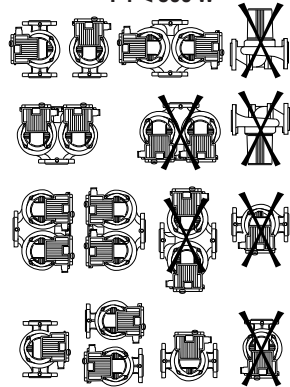

FIG. 2
Un module électronique se trouve sur la carcasse (Voir FIG. 2). Il commande la pression différentielle de la pompe de sorte que la valeur de consigne réglée reste dans la marge de réglage. En fonction du type de réglage, la pression différentielle suit différents critères. Pour tous les types de réglage, la pompe est capable de s'adapter de manière continue à un changement de caractéristiques requis, notamment lorsque l'on ajoute des vannes thermostatiques ou des mélangeurs.
**Module IF (InterFace)** - Un module IF, branché dans le compartiment de connexions de chaque pompe sur une prise multiple, est nécessaire à la communication entre la pompe maître et la pompe asservie (**Voit FIG. 2**). Ce module est disponible en option.
Une LED rouge (**Voit FIG. 2 - rep. 3**) s'allume dans la fenêtre à l'op-
#### Affichage à cristaux liquides (Voit FIG. 2 - rep. 4)